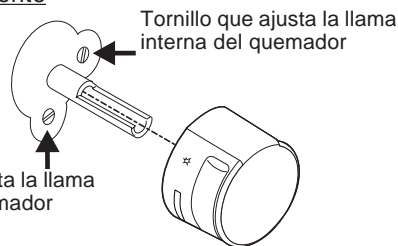

Fig. 2
- Utilice un desatornillador de hoja delgada y ajuste el tamaño de la llama intern con los tornillos derechos (Vea la Fig. 2). Ajuste el tamaño de la llama externa con el juego de tornillos bajos (Vea la Fig. 2). Dele vueltas en dirección contraria a las manijas del reloj para incrementar el tamaño de la llama. Dele vueltas en dirección a las manecillas de reloj para decrecer el tamaño de la llama.